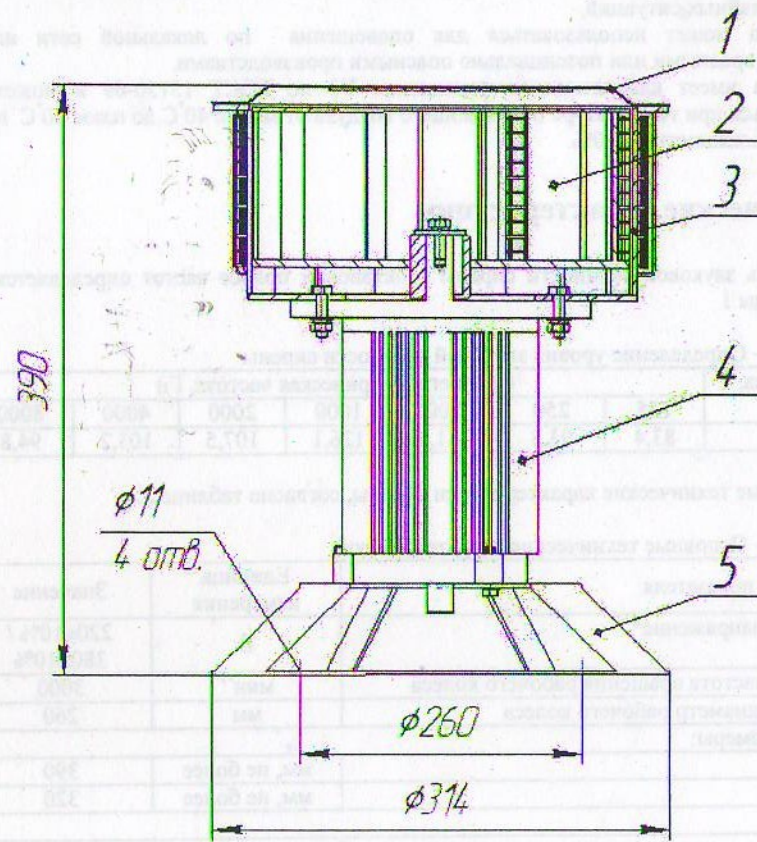

Рисунок 1
3.1 Сирена состоит из следующих основных узлов и деталей (рис.1)